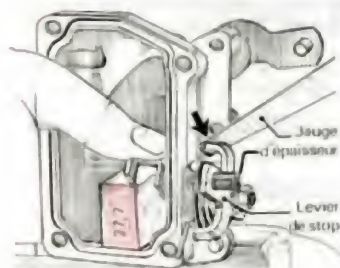

Fig. 49.
- Assembler l'axe de stop muni d'un joint neuf et placer une entretoise de 27,7 mm entre le couvercle et le levier intérieur (fig. 49).
- Monter le couvercle sur le carter (1) et placer ensuite une cale correspondant au jeu relevé (fig. 49).